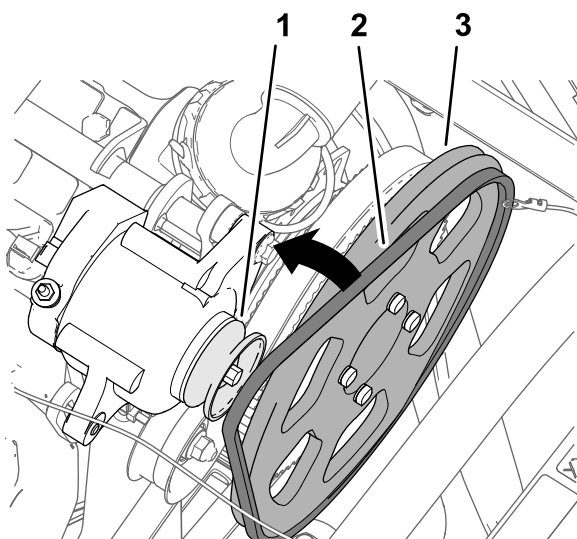

Figura 183
3. Montate la cinghia trapezoidale sulla puleggia motrice di 279 mm e la puleggia dell'alternatore (Figura 183).